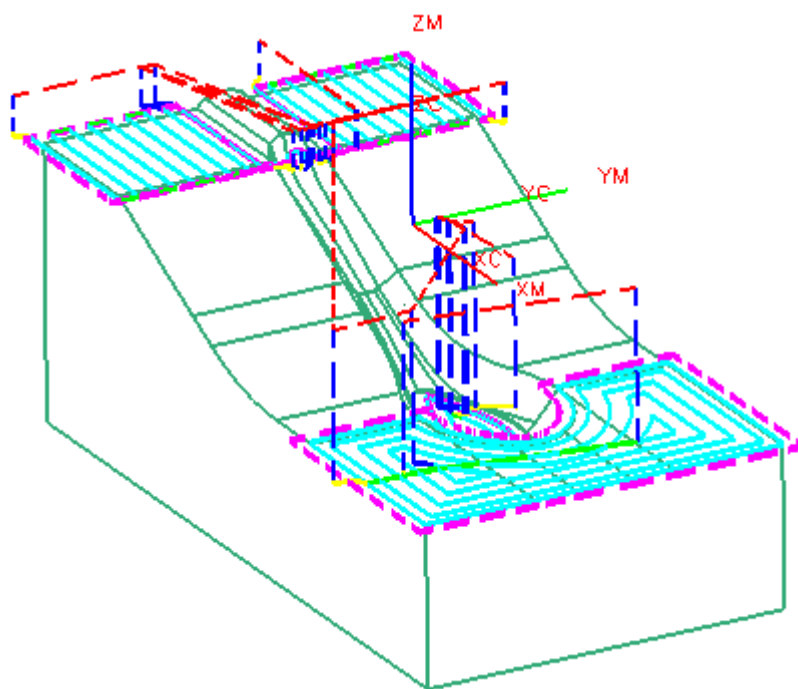

图 9-135
- 单击 , 生成如图 9-135 所示的刀轨, 单击 O K。